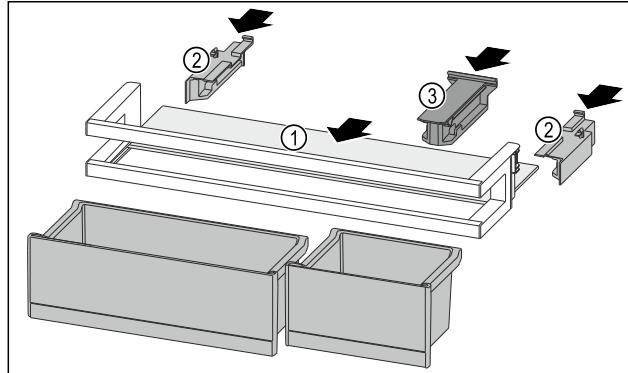

Fig. 95
- Împingeți în interior raftul Fig. 95 (1) în degajările laterale.
- Introduceți piesele laterale Fig. 95 (2).
- Introduceți piesa de susținere Fig. 95 (3).